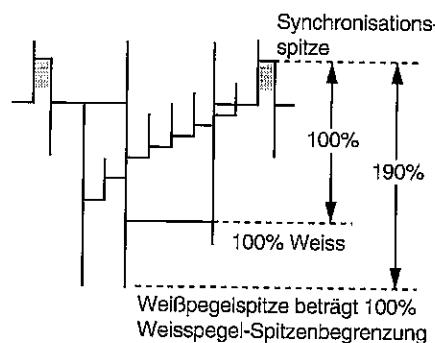

Abbildung 5-4
1. Ein Oszilloskop an Stift (77) von IC201 und GND anschließen.
3. Die Überschwingung des videosignals muß bei 190% begrenzt werden, wie in Abbildung 5-4 dargestellt.